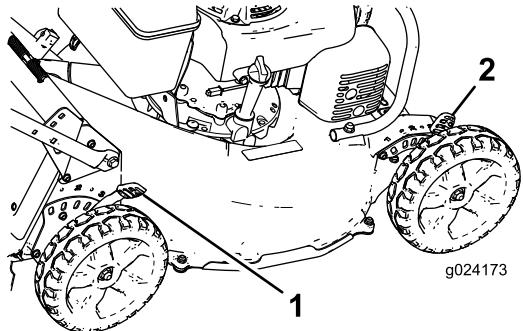

Figura 14
- Tire de la palanca de altura de corte hacia la rueda (Figura 14) y muévala a la posición deseada.